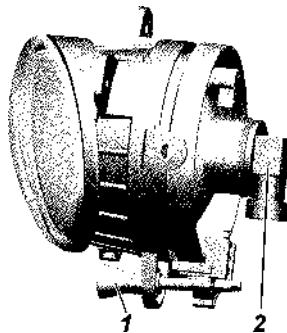
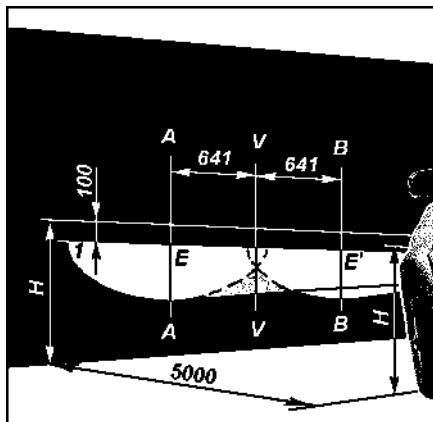

Рис. 9.32. Противотуманная фара:
Рис. 9.33. Разметка экрана для регулировки противотуманных фар:
**Противотуманные фары.** Регулировка противотуманных фар осуществляется винтом 1 (рис. 9.32) при помощи ключа S=5 или Торх T20. Установите фару в положение, при котором светотеневая граница совпадает с линией 1 (рис. 9.33).
Для замены ламп противотуманных фар отсоедините колодку жгута проводов 2 ( рис. 9.32) от лампы, поверните против часовой стрелки и выньте лампу.